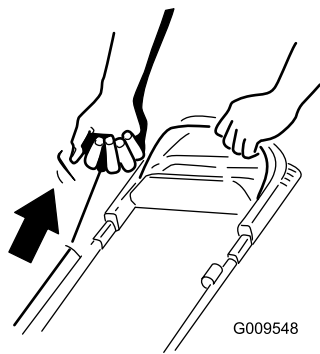

図 13
- 抵抗を感じるまでスタータハンドル  図 13 を引き上げ、そこから力強く引き、手を離してロープが自然に引き込まれるようにする。